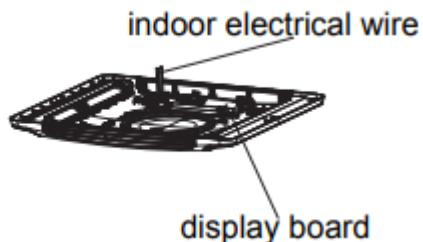

Figure 7
2. Wie in Abbildung 7 dargestellt, verfügt das Innengerät über einen Satz Steuersignalkabel mit insgesamt 1 Verdrahtungsklemmen.